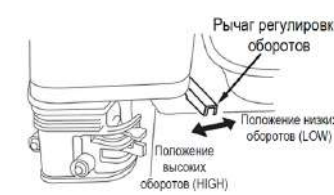

Рис. 10. Рычаг регулировки оборотов
- переместите рычаг регулировки оборотов на 1/3 - 1/2 от его полного хода в направлении увеличения оборотов на максимум (см. рис. 10);